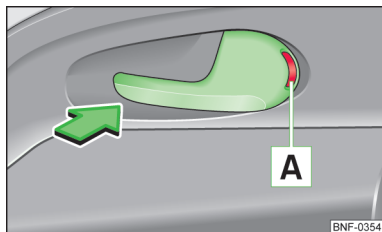

Fig. 12
► Apăsăți mânerul portierei în sensul săgeții, în așa fel încât marcajul roșu **A** » fig. 12 să devină vizibil.
► Deschideți portiera prin tragerea o dată de mânerul portierei, în sens opus săgeții » fig. 12.